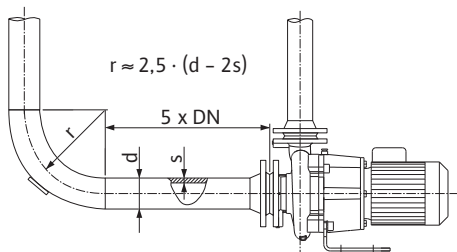
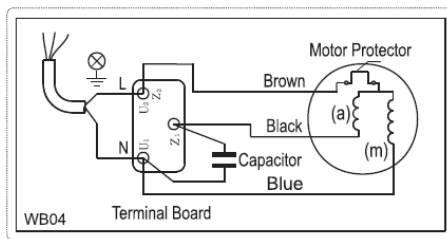

Fig. 4: Дільниця, на якій відбувається вирівнювання потоку, перед насосом та за ним
Fig. 5: Під'єднання змінного струму
- Під'єднання до мережі залежить від потужності двигуна P_2 , мережевої напруги та типу увімкнення. Потрібну схему перемикання з'єднувальних перемичок у клемній коробці можна знайти в наступній таблиці, а також на Fig. 4 та Fig. 5.